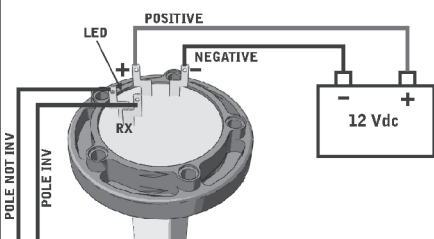

Fig. 10
- RS422/RS485 (Fig. 10), alimentazione: 5 ÷ 18Vdc